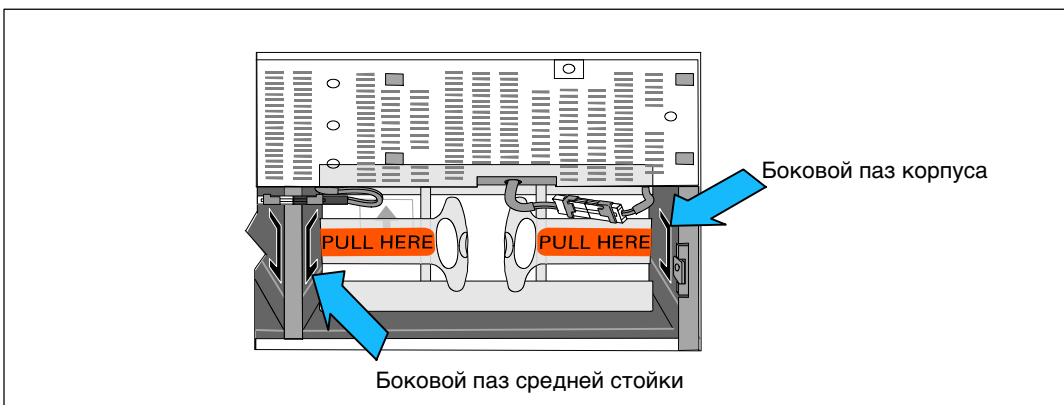

Рисунок 15. Вставка кронштейна в пазы
- 12 Снимите левый (**L**) и правый (**R**) крепежные кронштейны батарей (см. Рисунок 15):